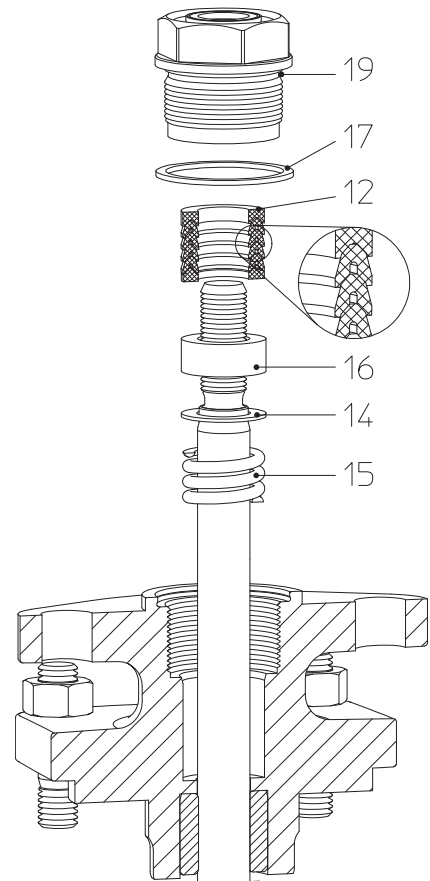
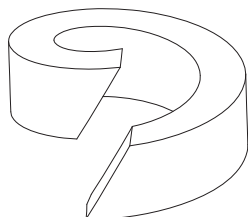

Fig. 18:
Fig. 21: Anneau d'étanchéité sectionné
- Lors du remplacement des garnitures forme toit (pos. 12), veiller au bon ordre et à la position correcte de montage des pièces constituantes (voir Fig. 18).
- Renouveler la garniture d'étanchéité (pos. 17).
- Placer un nouvel anneau d'étanchéité, position de montage conformément à la Fig. 18 - Fig. 21.
Si l'on utilise un anneau d'étanchéité sectionné, veiller à trancher en biais lors de la découpe (voir Fig. 21).